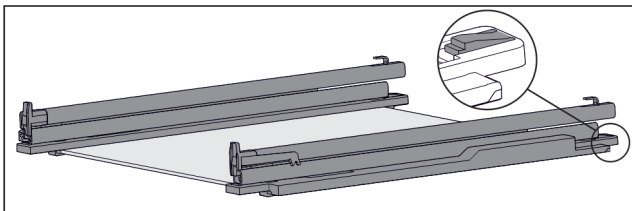

Fig. 155 Glasplatte mit Schienen und Halteteilen
- ▶ Halteteil hinten herunterdrücken (siehe Fig. 155) und gleichzeitig Schiene nach hinten schieben.